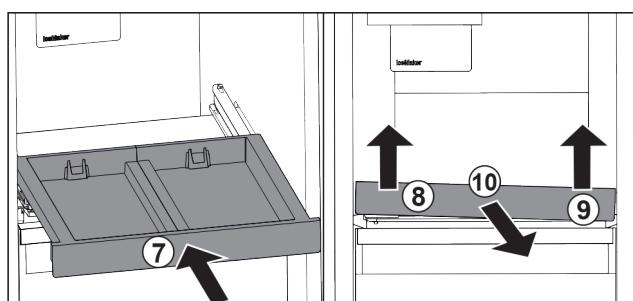

Fig. 43
- Вставити витяжну панель. Fig. 43 (7)
- Підняти витяжну панель спереду ліворуч. Fig. 43 (8)
- Підняти витяжну панель спереду праворуч. Fig. 43 (9)
- Витяжну панель витягнути вперед. Fig. 43 (10)